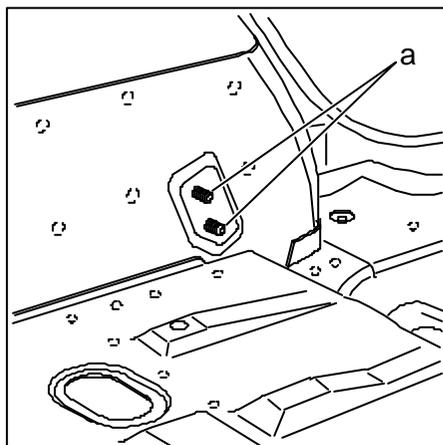

Fig. 3
- ✧ *Supprimer les supports de la banquette arrière sur les passages de roue arrière (Rep. a, Fig. 3).*